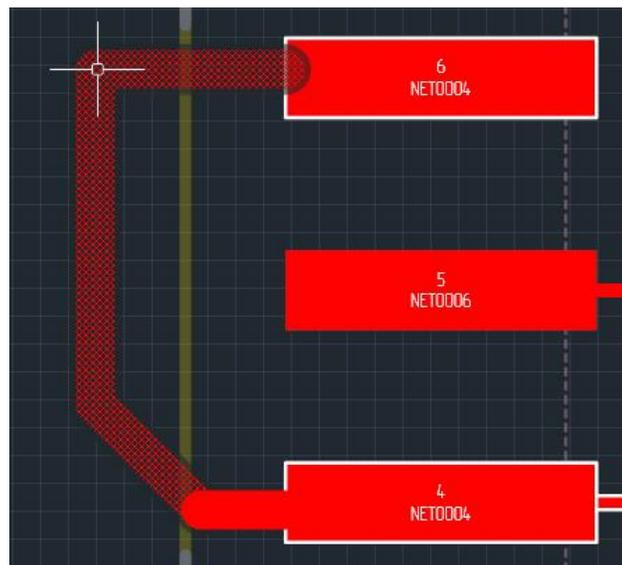

Рис. 286 Перемещение конечной точки сегмента
3. Нажмите левую кнопку мыши и, удерживая ее, переместите курсор. При этом выбранный сегмент и соседний с ним будут проложены заново, см. Рис. 286.